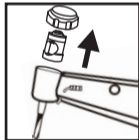

Fig.4.3
- 4) Utilize a broca para empurrar o cartucho para fora (Fig. 4.3);